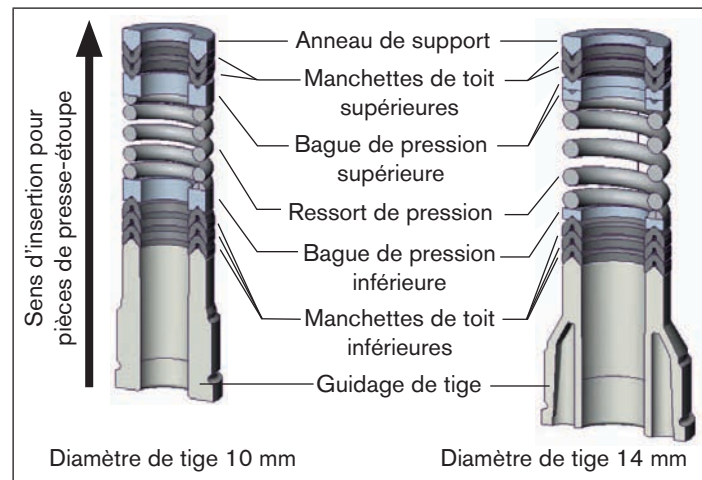

Fig. 24 : Jeu de joints du presse-étoupe
Le jeu de joints du presse-étoupe comprend (voir « Fig. 24 »)
- Positionner les pièces détachées dans le sens et l'ordre indiqués sur la tige (comme cela est représenté sur la « Fig. 24 : Jeu de joints du presse-étoupe »).